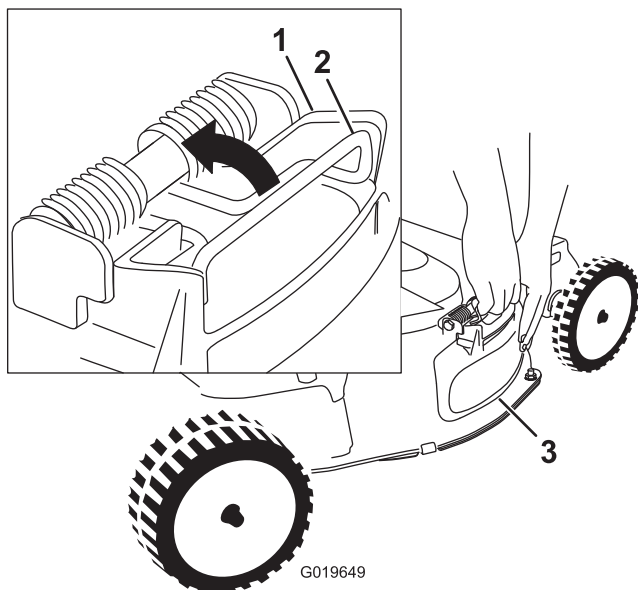

Bild 26
- Ziehen Sie zum Entfernen der Heckauswurfklappe die Feder nach oben, mit der das Ablenklech befestigt ist, und nehmen Sie das Ablenklech ab (Bild 26).